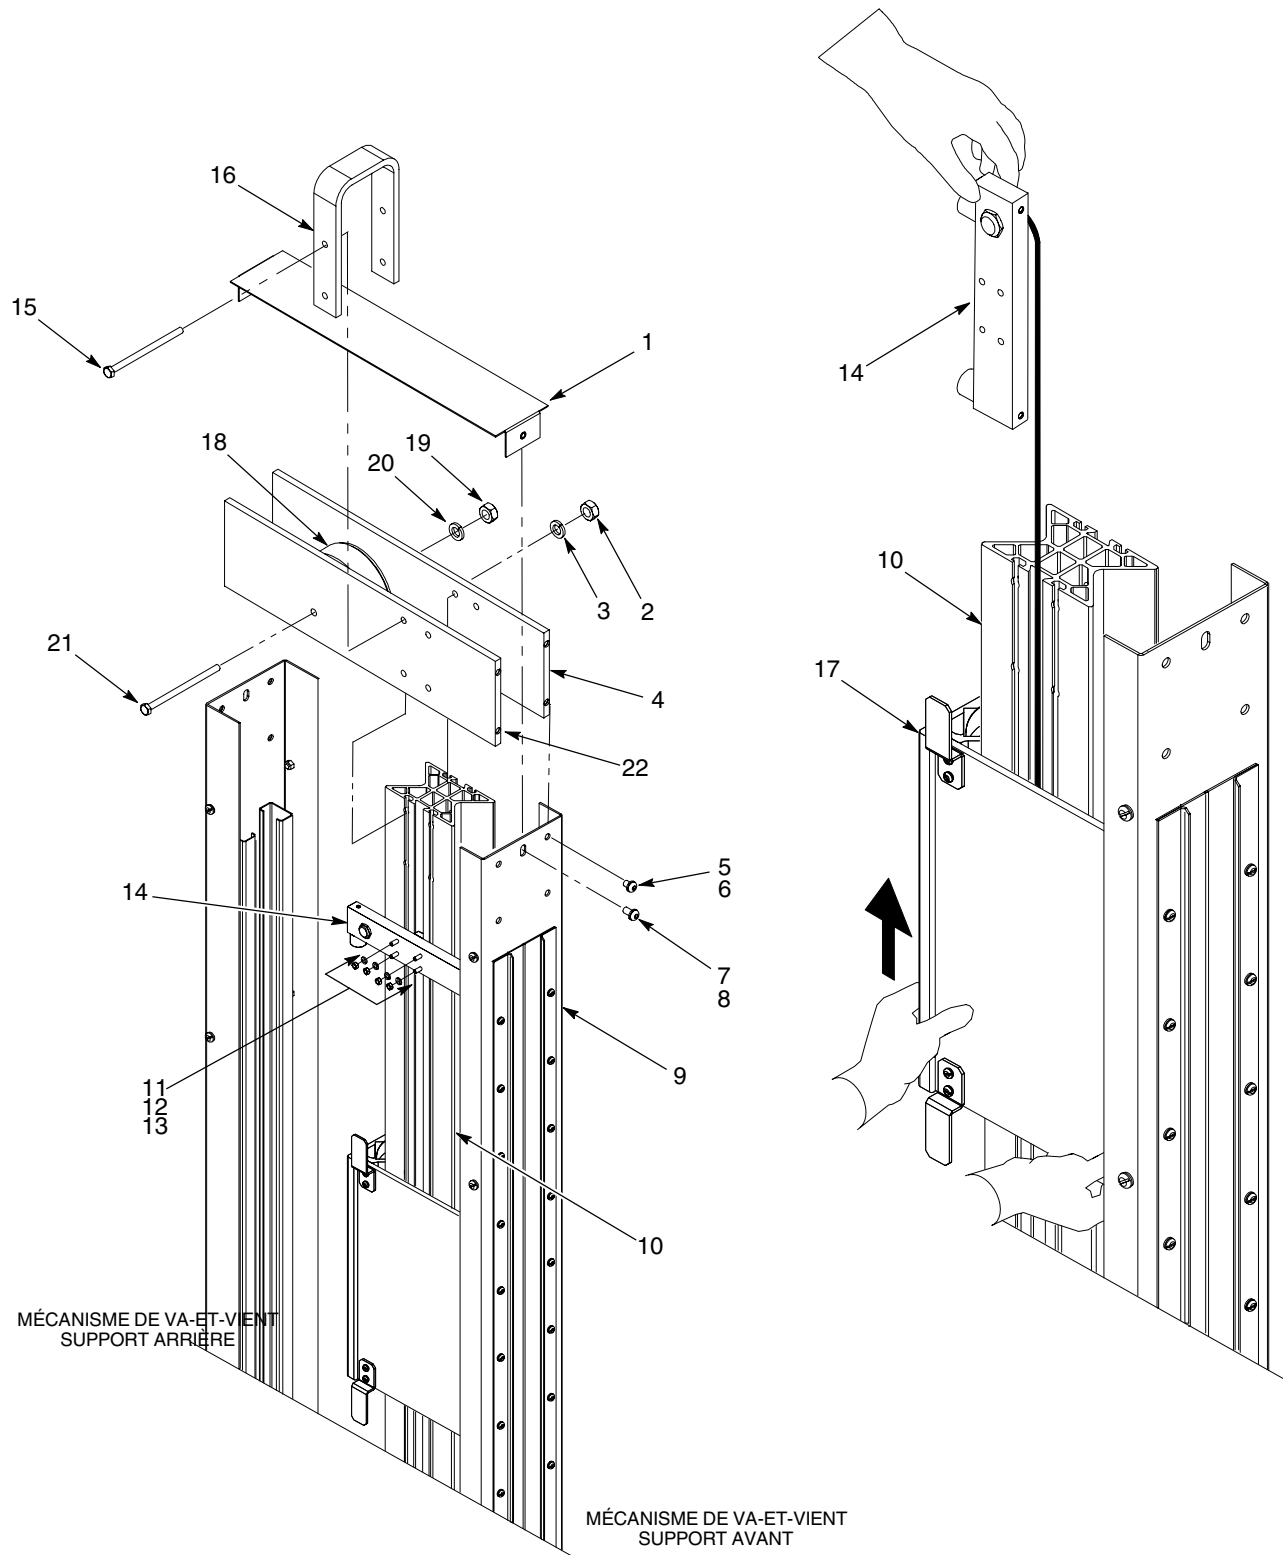

Fig. 17 Montage du chariot à pistolet
1. Voir la figure 17. Maintenir le bloc butoir supérieur (14) comme illustré. Faire glisser prudemment le chariot à pistolet (17) sur le bloc butoir jusqu'à ce qu'il entre en contact avec le bloc butoir inférieur.
2. Monter le bloc butoir supérieur (14) :
- a. Insérer les boulons pour rainure en T (13) dans l'arrière du bloc butoir supérieur.
- b. Positionner le bloc butoir supérieur dans la piste du chariot à pistolet (10) au niveau du repère tracé avant le démontage.
- c. Insérer les boulons pour rainure en T (13) dans la piste du chariot à pistolet (10). Poser les rondelles frein (12) et les écrous (11) sur les boulons pour rainure en T. Serrer fermement les écrous.
3. Monter les plaques latérales (4, 22) sur la piste du chariot à pistolet (10) à l'aide de deux vis (15), rondelles frein (3) et écrous (2). Serrer les vis à la main seulement.
4. Monter l'étrier de levage en U (16) sur les plaques latérales (4, 22) à l'aide des deux autres vis (15), rondelles frein et écrous (2). Serrer les vis à la main seulement.
5. Monter le bloc poulie supérieur (18) entre les plaques latérales (4, 22) à l'aide de la vis (21), la rondelle frein (20) et l'écrou (20). Serrer fermement la vis.
6. Serrer toutes les vis (15), les rondelles freins (3) et les écrous (2) pour fixer les plaques latérales (22, 44) à la piste du chariot à pistolet (10).
7. Fixer les plaques latérales (4, 22) au support avant et arrière du mécanisme de va-et-vient à l'aide des vis (5) et des rondelles freins (6). Serrer fermement les vis.